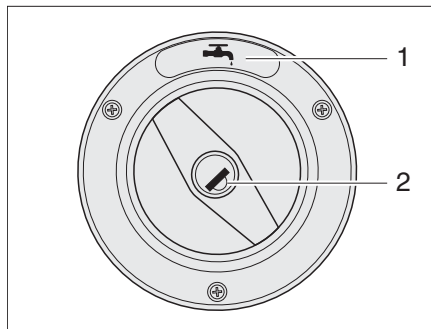
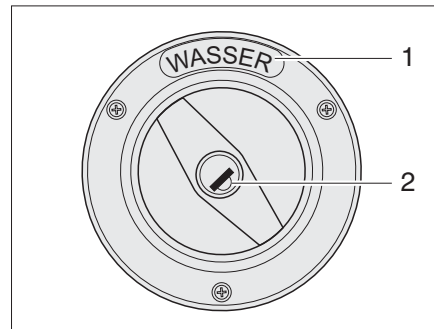

Bild 4 Verschlussdeckel für Frischwasser-Einfüllstutzen (Variante 1)
Bild 5 Verschlussdeckel für Frischwasser-Einfüllstutzen (Variante 2)
- ▷ Der Frischwasser-Einfüllstutzen ist durch das Symbol "☰" (Bild 4,1) oder den Schriftzug "WASSER" (Bild 5,1) gekennzeichnet.
- Schlüssel in Schließzylinder (Bild 4,2 oder Bild 5,2) stecken und entgegen dem Uhrzeigersinn drehen.